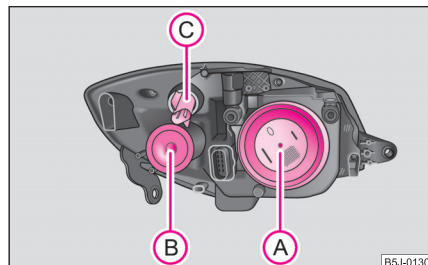

Abb. 198 Scheinwerfer vorn:
Positionen der Glühlampen im Scheinwerfer vorn ⇒ Abb. 198.
- Nehmen Sie die Schutzkappe ab **(A)** ⇒ Seite 220, Abb. 198.
- Drehen Sie die Lampenfassung **(C)** nach links ⇒ Seite 220, Abb. 198 und nehmen Sie die Lampenfassung mit der Glühlampe heraus.
- Nehmen Sie die Schutzkappe ab **(B)** ⇒ Seite 220, Abb. 198.